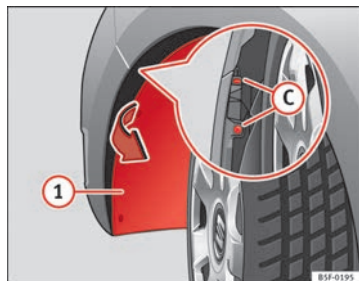

Fig. 149 Projecteur antibrouillard : accès au connecteur et au porte-ampoule.
- Tirez l'aile **(1)** ⇒ fig. 149 pour avoir accès aux 2 vis **(C)** ⇒ fig. 149 du pare-chocs qui sont cachées.